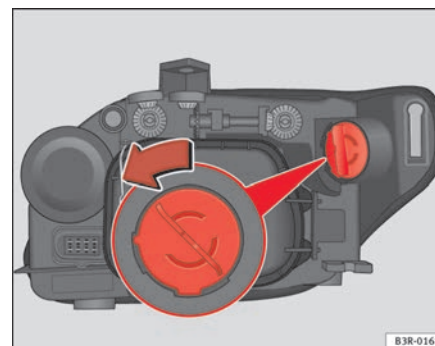

Fig. 190 Lámpara luz intermitente
- Gire el portalámparas en el sentido contrario a las agujas del reloj asíéndolo por el empuñadura ⇒ fig. 190 y extraiga el portalámparas y la lámpara.